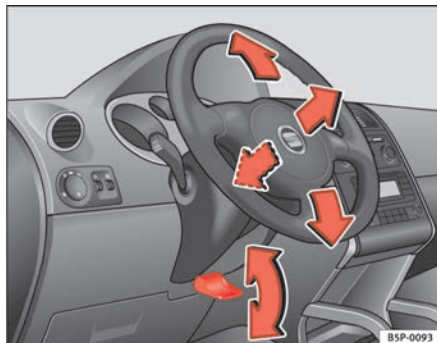

Fig. 132 Ajuste de la posición del volante
- Tire hacia abajo de la palanca ⇒ **fig. 132** situada debajo de la columna de dirección ⇒ **!**.